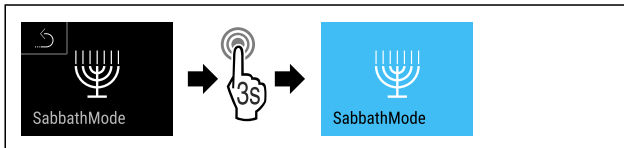

Fig. 12
- Efectuați pașii de acțiune (vezi Fig. 12).